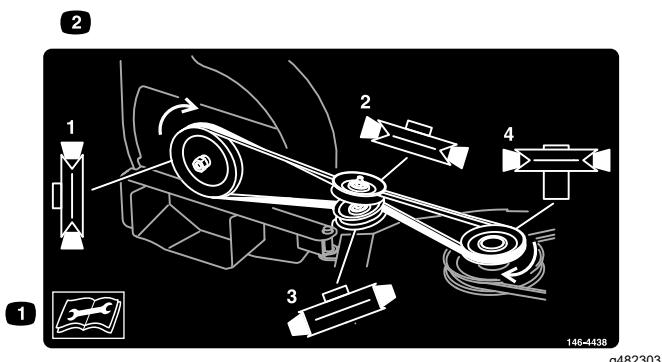

図 5
3. 図5と図6のように、プーリとアイドラアセンブリにベルトを取り付ける。